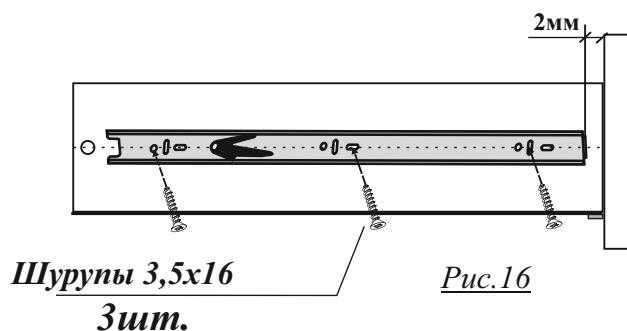

Рис.16
2.Приложить направляющую к каждой боковой стенке ящика так, чтобы центры отверстий направляющей совпали с линией на боковой стенке ящика, выдержав размеры, показанные на рис.16.
3.Крепить направляющую к каждой боковой стенке ящика шурупами 3,5x16-3шт. (см. рис.16)